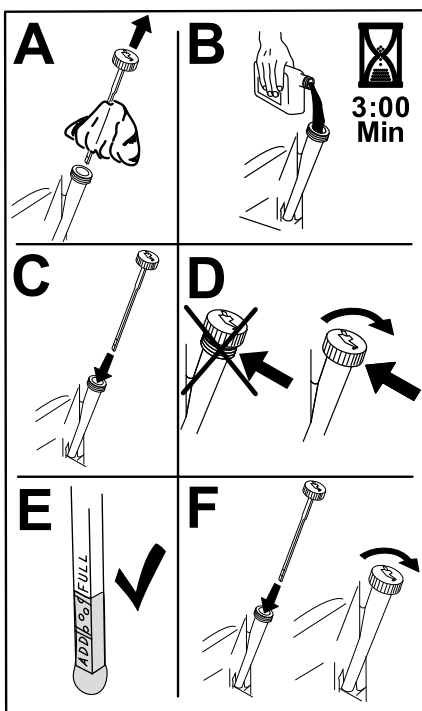

Figura 48
6. Deite cerca de 80% do óleo especificado no tubo de enchimento e adicione lentamente o óleo adicional até chegar à marca Cheio (Figura 48).